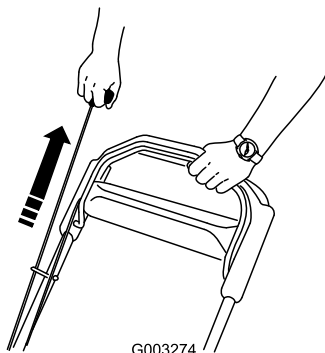

Figure 16
2. Tirez sur la poignée du lanceur (Figure 16).